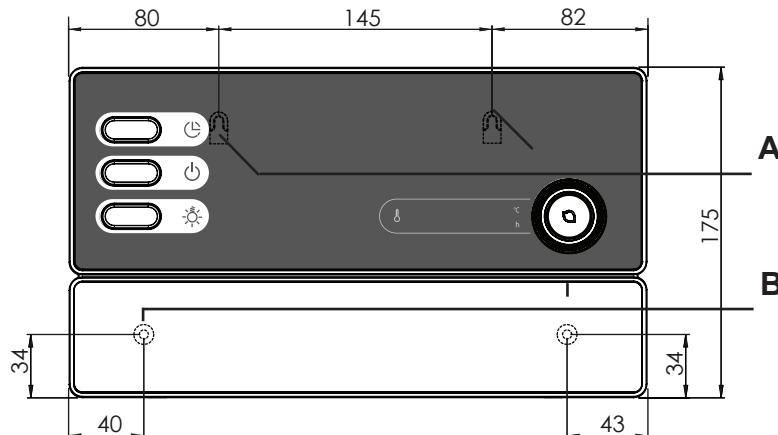

Fig. 1 Posizione del dispositivo di sospensione e dei fori di montaggio (misure in mm)
1. Avvitare due viti con intaglio a croce (16 mm) sulla parete della sauna a un'altezza di ca. 1,70 m e lasciandole fuoriuscire per una distanza max di 7 mm. Entrambe le viti devono essere posizionate a una distanza di 145 mm l'una dall'altra (vedi **Fig. 1**).
2. Utilizzando un cacciavite, premere leggermente le chiusure a scatto **C** e rimuovere il coperchio dell'alloggiamento (vedi **Fig. 1**).
3. Con l'ausilio del dispositivo di sospensione **A**, agganciare il comando della sauna alle viti con intaglio a croce montate (vedi **Fig. 1**).
4. Avvitare 2 viti con intaglio a croce (16 mm) nei fori di fissaggio inferiori **B** (vedi **Fig. 1**).